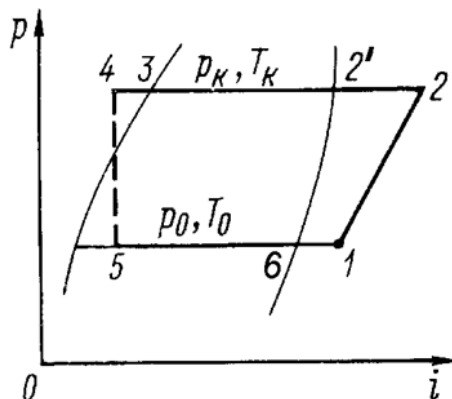

Рис. 1
**10. На  $i - P$  диаграмме холодильного цикла (Рис. 1) линии 1-2 соответствует процесс:**